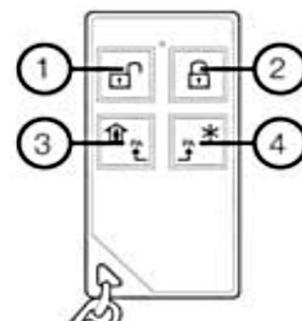

Figura 24. Botones del llaver0 FW2-RMT-8F
2. Llaver0 – en primer lugar eliminar el registro previo simultáneamente apretar la tecla ② y ③ (Figura 24). Para la registraci3n, apretar simultáneamente ③ y ④;